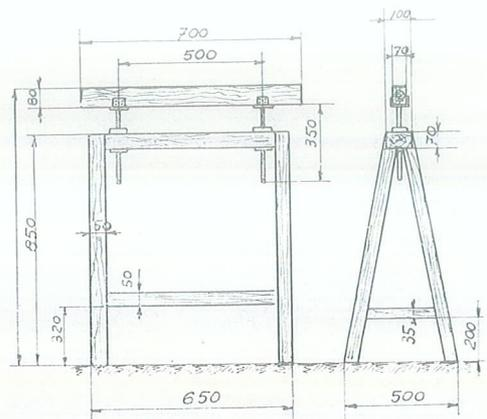

Fig. 42
- 1 cavalletto regolabile per sostegno della parte anteriore della fusoliera (fig. 42);